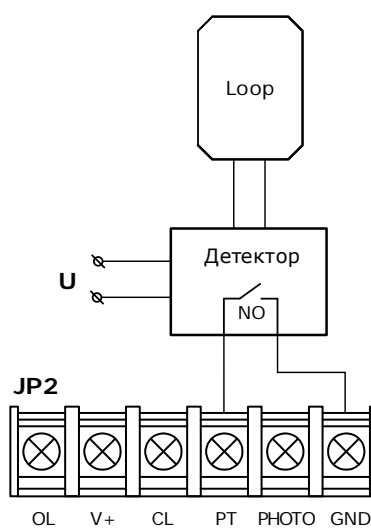

Рисунок 10. Подключение детектора петли
PT	Вход устройства безопасности (например, детектор индукционной петли – Рисунок 10) с нормально-открытым контактом (NO). Срабатывание при закрытии приведет к остановке движения и последующему полному открытию. При полном открытии срабатывание и последующее восстановление входа приведет сразу к автоматическому закрытию.